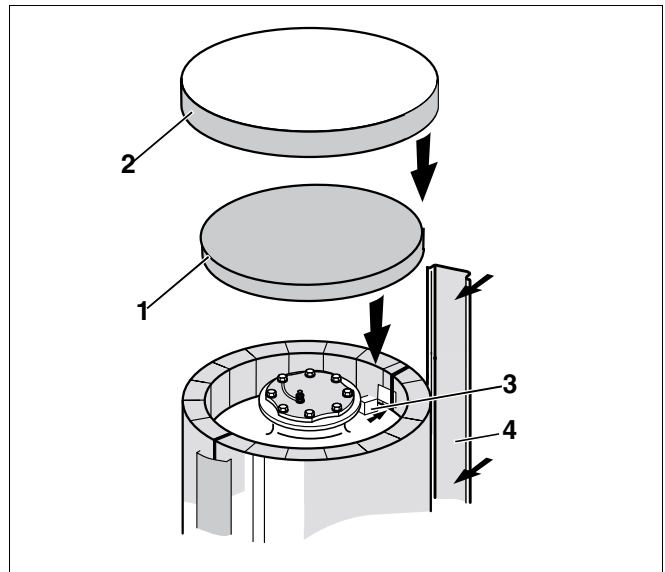

Fig. 8 Isolamento termico – coperchio d'ispezione superiore
- Inserire il listello di copertura (fig. 8, **pos. 4**) sopra al listello di chiusura del materassino termoisolante.
- Inserire dall'interno il tappo termoisolante rettangolare (fig. 8, **pos. 3**) nell'asola di aggancio.
- Collocare il disco termoisolante (fig. 8, **pos. 1**) sopra al coperchio d'ispezione superiore in modo che il disco coincida con il bordo del materassino termoisolante.
- Appoggiare il coperchio dell'accumulatore (coperchio in plastica, fig. 8, **pos. 2**) sopra al disco termoisolante e al bordo del materassino termoisolante.